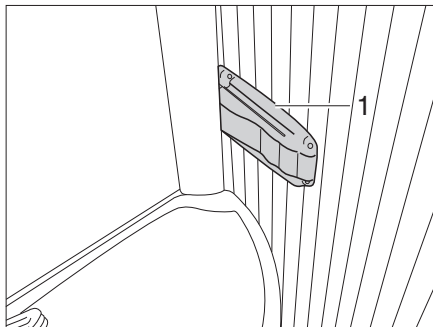

Fig. 271 Inodoro Vario, bloqueo de la pared de la ducha
- Apretar el bloqueo (Fig. 271,1), a la derecha, en el borde del lavabo y tirar levemente del lavabo. El lavabo se mueve con la pared dorsal hacia delante.